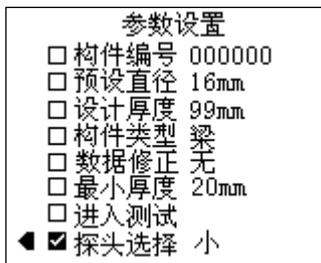
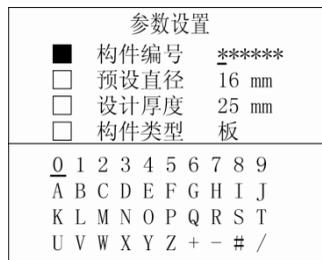
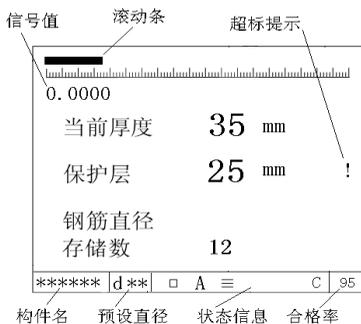

图 3-8 参数设置
图 3-9 构件编号设置界面
图 3-10 普通测试测量界面
检查是否连接好主机-传感器。在图 3-7 所示界面，按【▲】、【▼】键将 调至“普通测试”上，按【确认】进入“普通测试”功能，出现参数设置界面(图 3-8)，此时光标停留在“构件编号”处。
进入图 3-8 所示的界面后，仪器处于参数选择状态。按【▲】、【▼】键选择需要设置的参数项（该项左侧的方框变黑■），按【确认】键启动相应的参数设置功能。所有参数设置完后选择“进入测试”进入普通测试功能界面；或者按【菜单】键直接返回主菜单。
构件编号可以由六位数字、字母或符号混合组成。出厂默认构件编号为 000000。重新开机进入参数设置界面时，默认构件编号为已存储的最后一个构件编号的末位数字增加 1（增加的顺序按图 3-9 所示的软键盘排列顺序直至末位符号为“/”为止），例如：存储的最后一个构件为 300009，则重新进入参数设置界面时，默认的构件编号为 30000A。
在图 3-8 界面上按【▲】、【▼】键将光标调至构件编号处，按【确认】键，出现图 3-9 所示的界面，此时光标处于构件编号的左起第一个字符下方，按【◀】、【▶】键调整至任意一位需要修改的字符处，再按【▼】键弹出软键盘的左上角出现光标，按【▲】、【▼】、【◀】、【▶】键选择需要输入的字符，按【确认】键，该字符出现在构件编号光标位置上，同时构件编号处的光标自动下移一位，软键盘上的光标消失。若继续修改则按上述方法进行重复操作。当构件编号修改完毕，按【存储】键存储该编号，该构件编号处光标消失，并自动返回到图 3-8 所示的参数设置界面。
设定被测钢筋的设计保护层厚度，可设置的范围为 10~99mm，默认值为上次存储的构件的设定值。进入该功能后，按一次【▲】或【▼】键可以将该值增大或减小 1，长时间按【▲】或【▼】键，该值连续增大或减小。设定完毕，按【存储】或【确认】键存储，该处光标消失，并自动返回到图 3-8 所示的参数设置界面。
快速普查时被测钢筋所允许的最小保护层厚度；范围为 0~99mm，默认值为 0mm。该功能在使用时（设置不为 0 的数值），若检测到被测钢筋的保护层厚度小于该设定值时，仪器报警、提示，而并不显示、存储被测保护层厚度。进入该功能后，按一次【▲】或【▼】键可以将该值增大或减小 1，长时间按【▲】或【▼】键，该值连续增大或减小。设定完毕，按【存储】或【确认】键存储，该处光标消失，并自动返回到图 3-8 所示的参数设置界面。
进入该功能后，按【▲】、【▼】键可在“手动”、“无”之间切换；如果选择了“手动”，则右边出现数值可输入项，范围为50~110mm。按【▶】键可将光标移动到数值处，按一次【▲】或【▼】键可以将该值增大或减小1，长时间按【▲】或【▼】键，该值连续增大或减小。设定完毕，按【存储】键存储，该处光标消失，并自动返回到图3-8所示的参数设置界面。
R800及R630配备大、小两种探头，详参2.1.2.1节。进入该功能后，按【▲】、【▼】键可在“大”、“小”之间切换；选择“小”即为小探头，“大”即为带路径的传感器。设定完毕，按【存储】键存储，该处光标消失，并自动返回到图3-8所示的参数设置界面。
在图 3-8 界面上按【▲】、【▼】键将光标调至进入测试处，按【确认】键，出现图 3-10 所示的测试界面。按【返回】键，则返回到图 3-8 所示的参数设置界面；按【菜单】键，回到图 3-1 (B) 的主菜单界面。
在测试界面上有以下几个功能，可以通过快捷键来进行操作并执行相应的功能。在图 3-8 所示界面选中进入测试后，按下【◀】键查看快捷键及功能简介。
在图 3-10 所示的测试界面上按【▶】键进行切换，状态标示栏的相应位置处显示■或□。每次进入该界面，默认为“第一量程”。
在图 3-10 所示的测试界面上，按【▶】键进行切换，状态标
在图 3-10 所示的测试界面上按【▼】键进行切换，状态标示栏的相应位置处显示“三”或空白。开机默认为“一般测量方式”。
方法 1: 在参数设置界面(图 3-8)上, 将传感器拿在空中, 远离铁磁体。选择“进入测试”选项, 进入图 3-10 所示的测试界面, 仪器自动进行传感器复位操作——约 4 秒钟后测试界面屏幕提示当前厚度显示为“0”, 复位工作完成, 进入测量等待状态。
方法 2: 在图 3-10 所示的测试界面时, 将传感器拿在空中, 远离铁磁体, 按【确认】键, 仪器自动进行传感器复位操作, 当前厚度处显示空白, 约 4 秒钟后测试界面屏幕提示当前厚度为“0”, 复位工作完成, 进入测量等待状态。